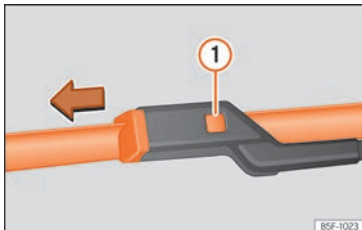

Abb. 44 Scheibenwischerblätter vorne auswechseln.
- Entriegelungstaste » Abb. 44 ❶ gedrückt halten und gleichzeitig das Scheibenwischerblatt in Pfeilrichtung abziehen.